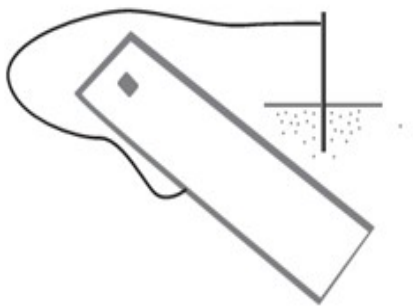

图 9 组件接地图
4.1.3 组件铝边框和组件支架必须接地，如图 9 所示，每个组件均有接地孔，并在边框上做标记